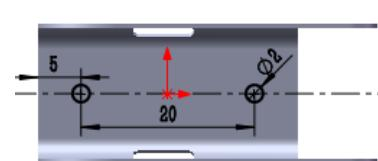

图 12.3.26 横断面草图
② 定义横断面草图。在草图环境中绘制图 12.3.26 所示的横断面草图。
(3) 定义切除深度属性。在“切除一拉伸”对话框 **方向1** 区域的 **下拉列表** 中选择 **给定深度** 选项，选中 **与厚度相等(L)** 复选框。其他选择默认设置值。
(4) 单击 **√** 按钮，完成切除一拉伸 3 的创建。